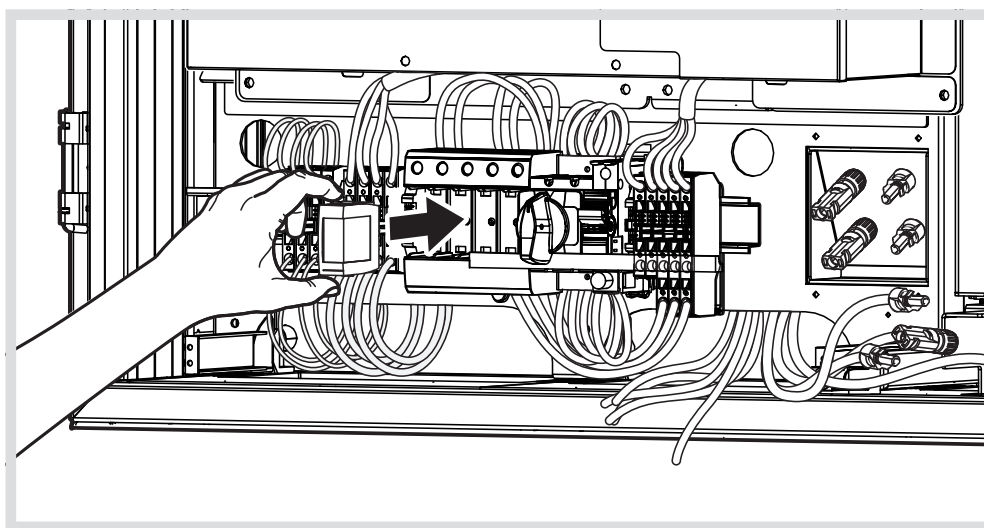

Bild 24: Einbau DEHNguard PV500
- Beiliegendes DEHNguard PV500 in die mittlere Überspannungsschutzmodul-Aufnahme einrasten (Bild 24).